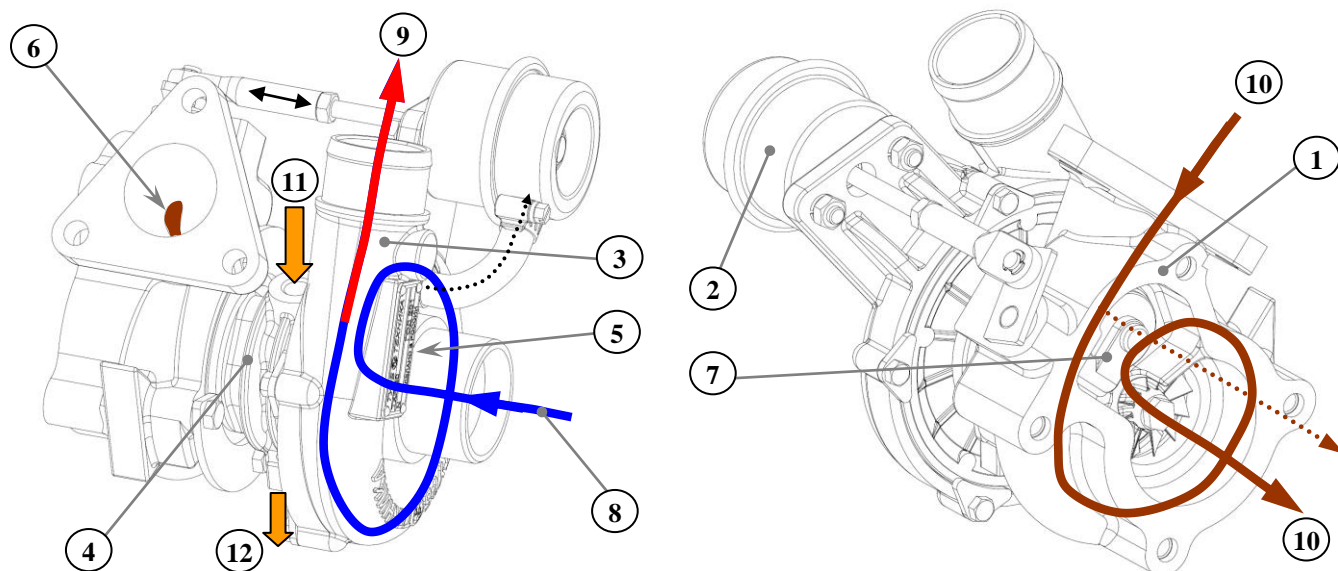

Рис.76. Турбокомпрессор:
Подача воздуха при запуске двигателя и на минимальных оборотах холостого хода осуществляется за счет разрежения, создаваемого поршнями в цилиндрах двигателя, а по мере роста частоты вращения коленчатого вала и увеличения топливоподачи (нагрузки на двигатель) – регулируемым турбокомпрессором с перепуском отработавших газов WGT (рис.76).
**Турбокомпрессор** (рис.76) – является одним из основных агрегатов системы впуска воздуха и выпуска отработавших газов, от которого зависят эффективные показатели двигателя – мощность и крутящий момент, а также экономичность и токсичность. Турбокомпрессор использует энергию отработавших газов для подачи воздушного заряда в цилиндры. Колесо турбины и колесо компрессора находятся на общем валу, который вращается в плавающих радиальных подшипниках скольжения.